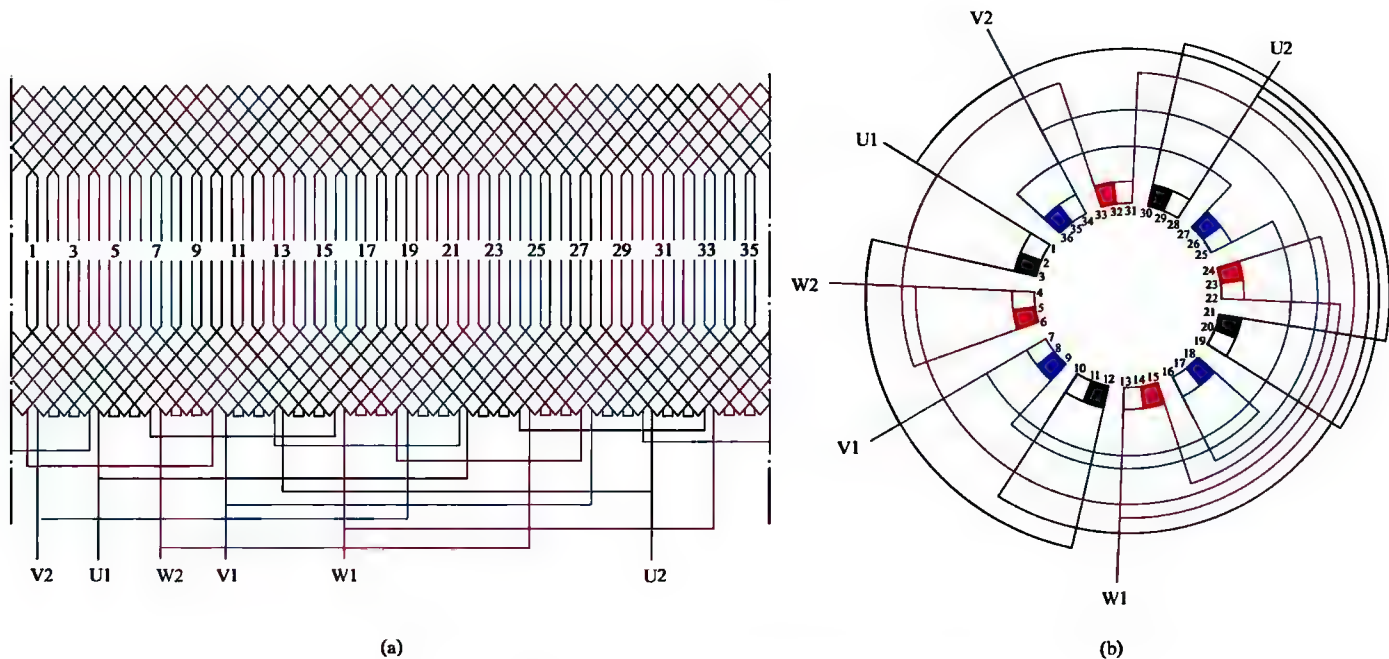

图 1-33 三相 4 极 36 槽双层叠绕组 2 路接法
33. 三相 4 极 36 槽双层叠绕组 2 路接法展开图与接线圆图 (见图 1-33)